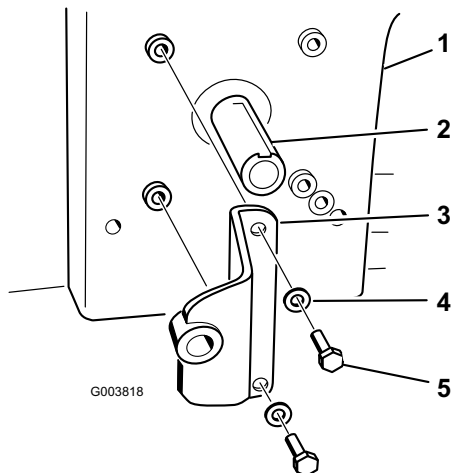

Bild 18
4. Montieren Sie die Pumpenhalterung mit 2 Schrauben (5/16 x 3/4 Zoll) am Motor. Siehe Bild 18 für die richtige Stelle für das Montieren der Pumpenhalterung.